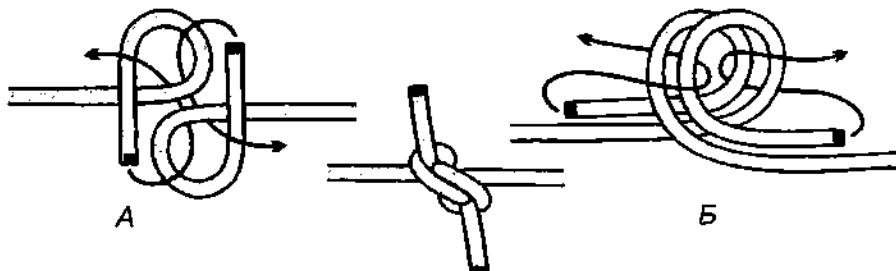
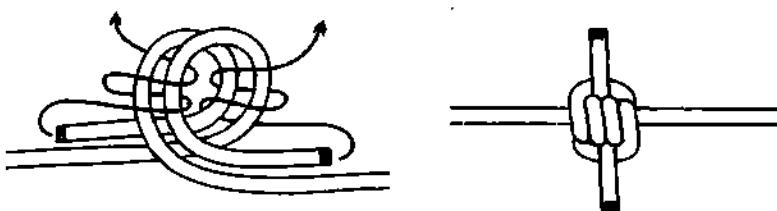

Рис. 859. А – 1-й способ вязки *параллельного узла*; Б – 2-й способ вязки *параллельного узла*.
Рис. 860. Параллельный узел с дополнительными шлагами.
**Параллельный узел** легко вяжется, не ослабляет трос и после любой нагрузки без труда развязывается (рис. 859). С дополнительным пропуском **параллельный узел** становится ещё более крепким, но тугим и труднее развязывается после затягивания (рис. 860).